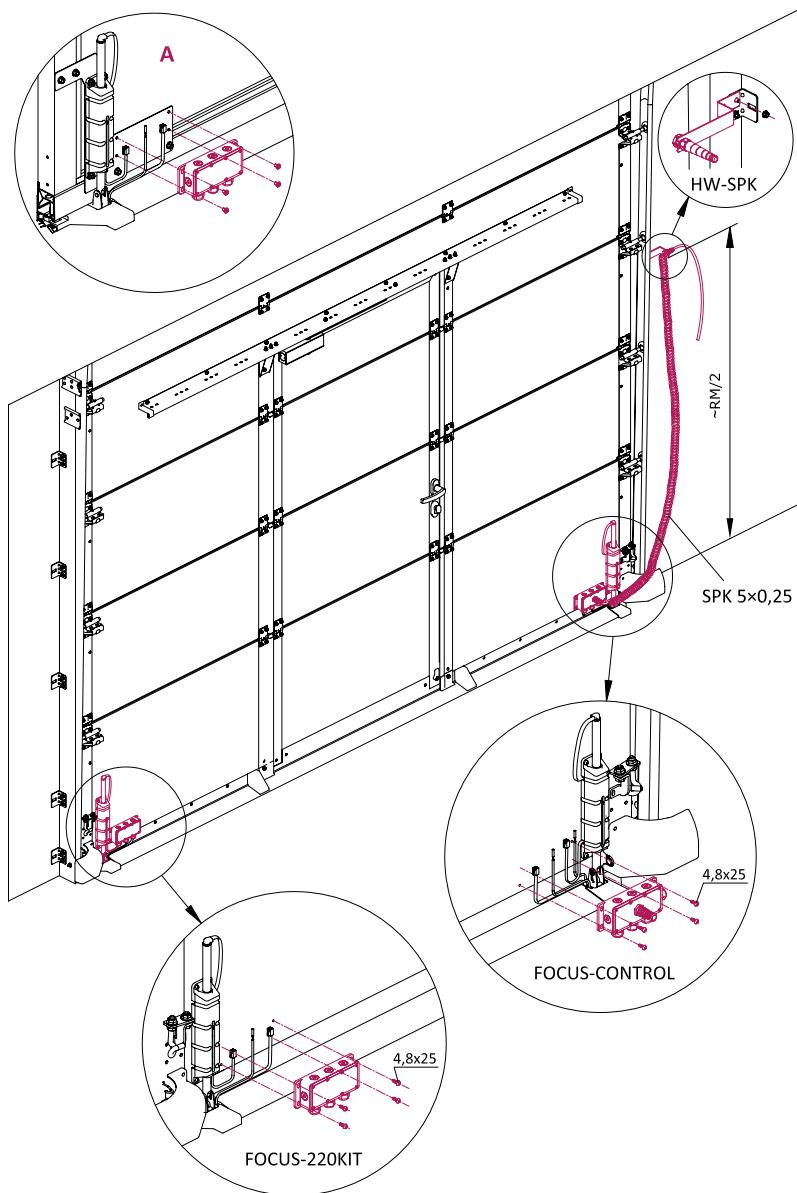

Fig. 2 — Installation des kits **FOCUS-210** et **FOCUS-220KIT**
2. Installez les boîtes des kits **FOCUS-210 (FOCUS-CONTROL)** et **FOCUS-220KIT** (fig. 2) sur le tablier des portes en panneaux sandwich à l'aide de vis 4,8×25 (8 pièces sont fournies avec les portes). Pour déterminer l'emplacement des boîtes sur le tablier des portes, deux trous sont réalisés en usine.
Si la section inférieure du tablier est panoramique, les boîtes sont installées sur les plaques d'acier préinstallées (fig. 2, vue A) à l'aide de vis M5×8 (8 pièces sont fournies avec les portes).
3. Installez le support **HW-SPK** (fig. 2) à l'extérieur du profil d'angle du système de guidage des portes, pas plus bas que le milieu de l'ouverture des portes (environ **RM/2**).
4. Faites passer l'extrémité courte du câble spiralé **SPK 5x0,25** (fig. 2) à travers l'entrée de câble spéciale de la boîte **FOCUS-CONTROL**, puis l'extrémité longue à travers l'entrée de câble du support **HW-SPK**.